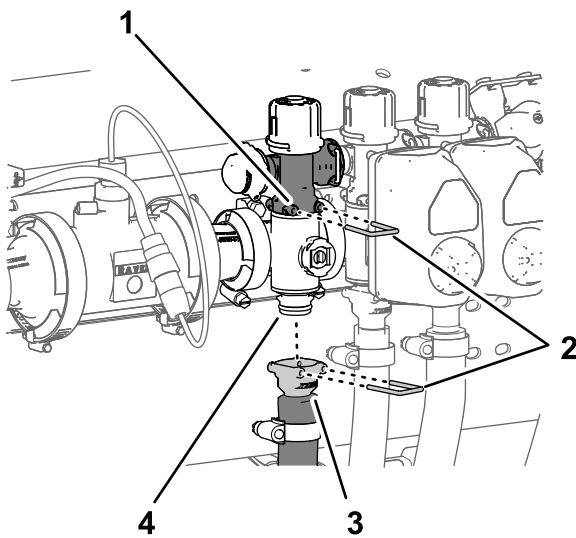

図 125
1. ブームバイパスバルブ用のクイックコネクトカップラをブームマニホルドバルブに固定しているクイックコネクトピンを外す 図 125。
2. ブーム給液ホース用のクイックコネクカップラをブームマニホルドバルブのクイックコネクフィッティング用のマニホルドに固定しているクイックコネクピンを外す 図 125。